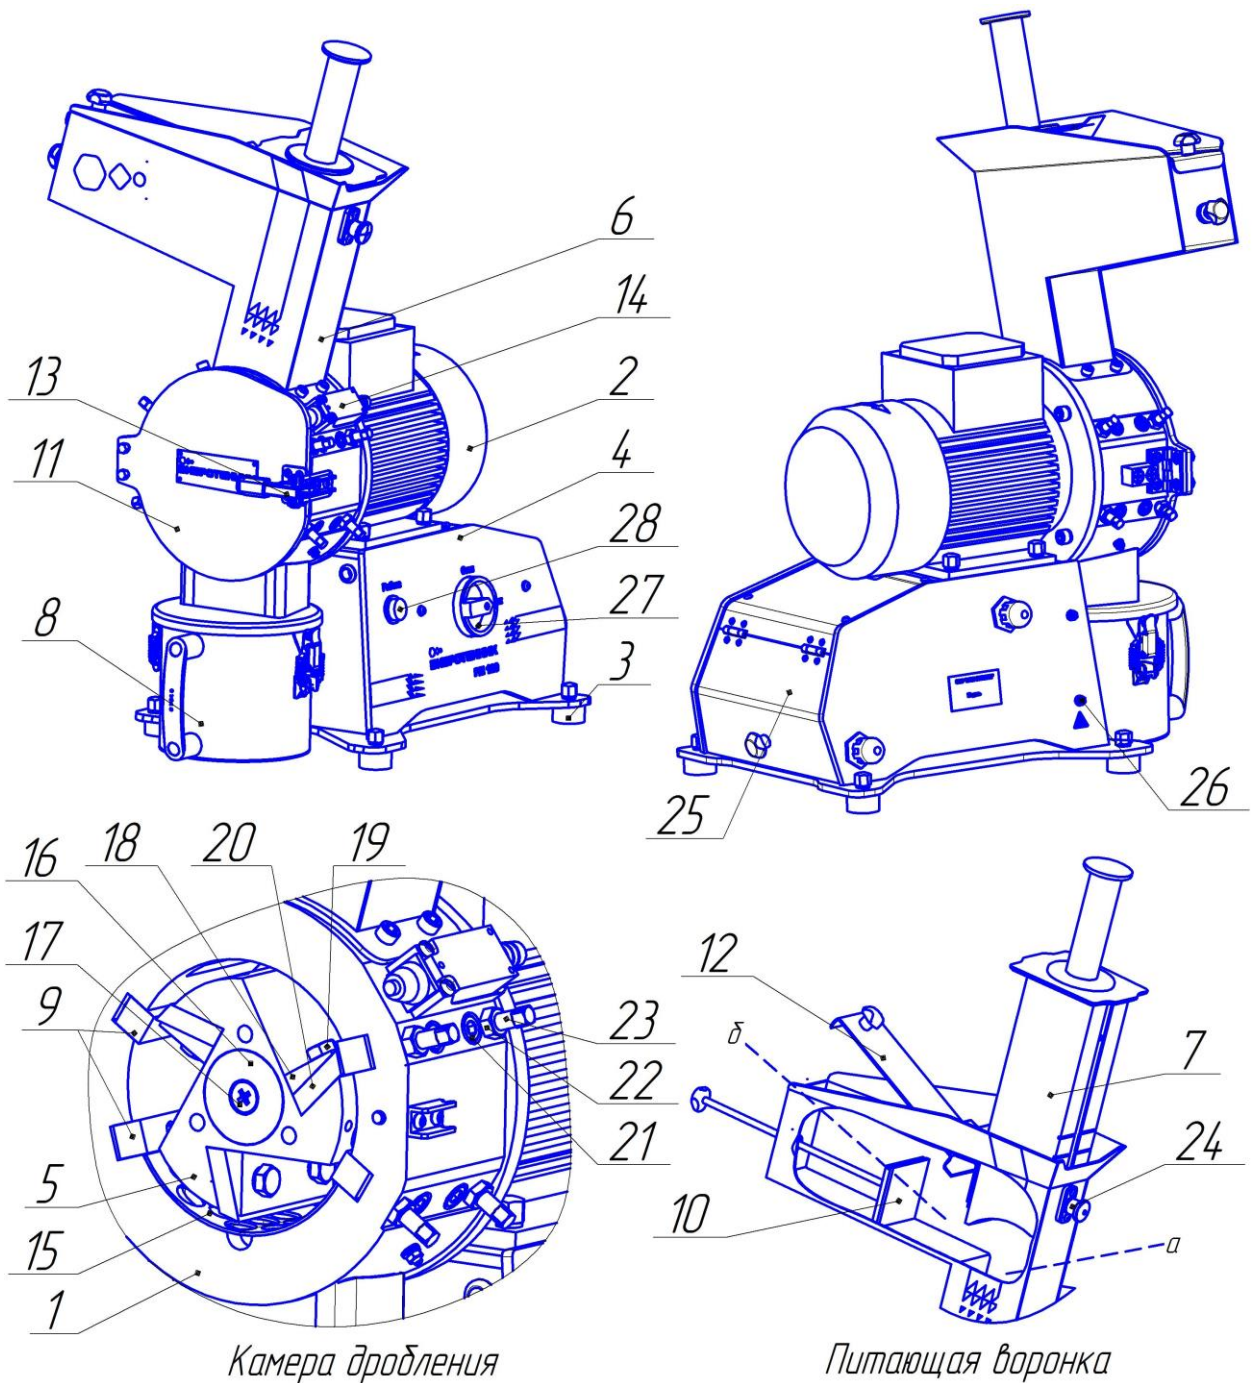

Рис. 1 Роторная мельница РМ 120М. Общий вид
а) откройте крышку 11 (Рис. 1), выньте с помощью тонконосов решетку 15 и убедитесь в чистоте камеры дробления и решетки. В случае необходимости произведите очистку;
- вывернуть винт 17, снять шайбу 16 (Рис. 1);
3.2.1 Неподвижные ножи, имеющие по четыре заточенные кромки, необходимо переставить так, чтобы место затупленных режущих кромок заняли заточенные. Для перестановки отвернуть винты 21 (Рис. 1).
- снять ножи с ротора, отвернув крепежные болты 19 (Рис. 1);
- б) выкрутить болты 19 (Рис. 1), крепящие нож 20;